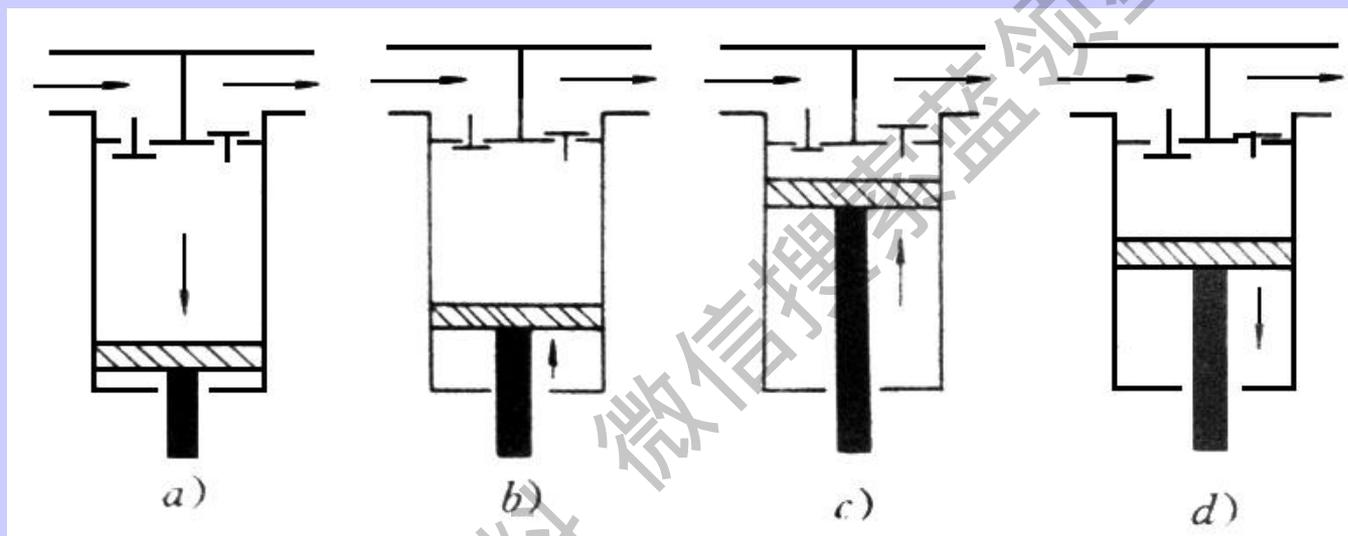

图7-12 压缩机工作过程
- 活塞在气缸中不断往返运动，对制冷剂气体进行吸入和压缩。工作过程如图7-12所示。图(a)表示气缸内的容积达到最大值。活塞按箭头指示的方向运行到最低点，将要返行开始压缩气缸内的气体。吸气阀关闭。图(b)表示气缸内的气体被压缩，气体压力升高，排气阀被打开而排出气体。图(c)表示活塞运行到上止点，排气完成后将要返回。随后由于气缸容积开始扩大，气体压力降低使排气阀关闭。图d表示气缸内的容积继续扩大，压力继续降低使吸气阀被打开。然后，活塞回到图(d)的位置，完成一个完整的压缩过程，达到了使气体从吸气阀进入气缸，在气缸内被压缩，通过排气阀排出的目的。按此原理制成的机器称为往复活塞式压缩机。